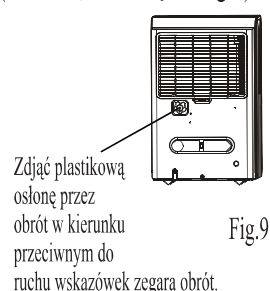
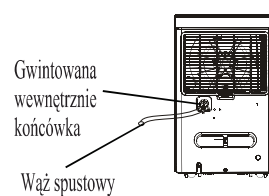

Fig.9
Fig.10
- Zdjąć plastikową osłonę z tylnego odpływu urządzenia, przyłączyć wąż odpływowy do wylotu spustowego urządzenia i odprowadzić wąż odpływowy do wpustu podłogowego lub innego urządzenia drenażowego. (Patrz Rys.9 i Rys.10) Jeśli po zdjęciu plastikowej osłony w odpływie urządzenia znajduje się woda, należy ją usunąć. Upewnić się, że wąż jest zabezpieczony, aby nie było wycieków i koniec węża jest odpowiednio skierowany, aby umożliwić płynny odpływ wody.